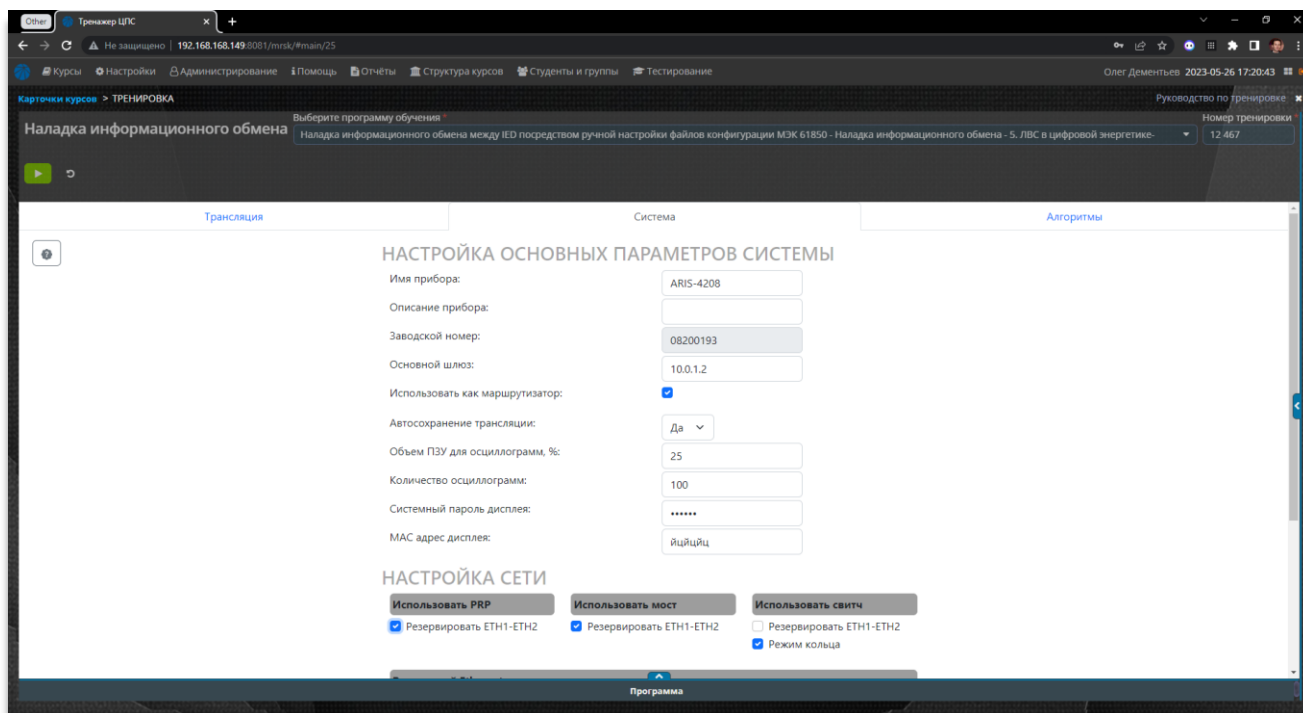

Рисунок 63 – Экранная форма 2 – «Настройка контроллера присоединения ARIS-4208»
- Рисунок 63 – Экранная форма 2 – «Настройка контроллера присоединения ARIS-4208»;